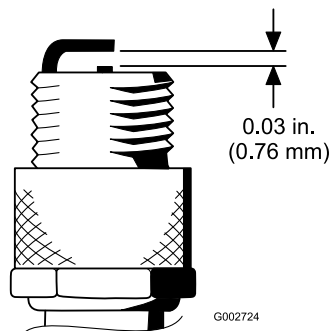

図 28
4. エアギャップを 0.76 mm に調整する(図 28)を参照。正しく調整された点火プラグをガスケットシールと共にエンジンに取り付け、 $23 \text{ N} \cdot \text{m} \ 2.3 \text{ kg} \cdot \text{m} = 200 \text{ in} \cdot \text{lb}$ にトルク締めする。トルクレンチがない場合は十分に締め付ける。